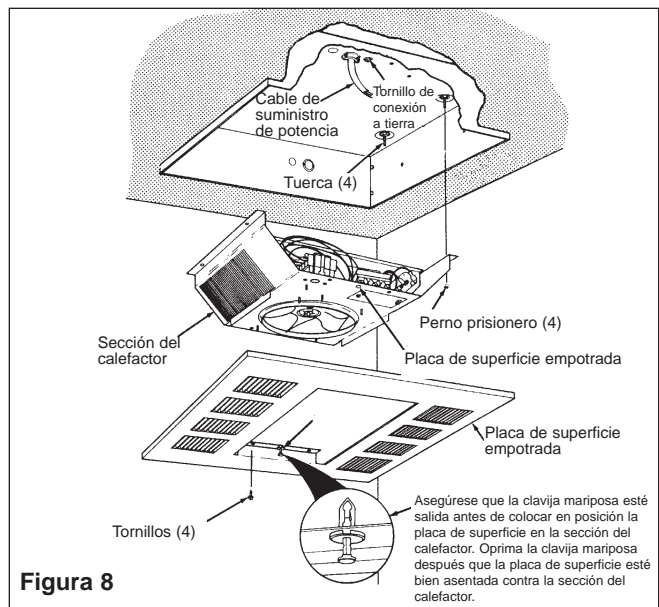

Figura 8
12. Coloque en posición la sección del calefactor sobre los pernos prisioneros en la caja de montaje empotrada (Figura 8).
13. Empuje la sección del calefactor sobre los pernos prisioneros y ajuste bien las cuatro tuercas (provistas) en los pernos prisioneros para asegurar la sección del calefactor a la caja de montaje empotrada (Figura 8).
15. Extraiga la placa de superficie empotrada (Figura 8) de la caja que contiene el cerramiento de montaje empotrado, Tipo REA.
- Instale y ajuste bien cuatro tornillos (provistos) para asegurar la placa de superficie empotrada a la sección del calefactor (Figura 8).